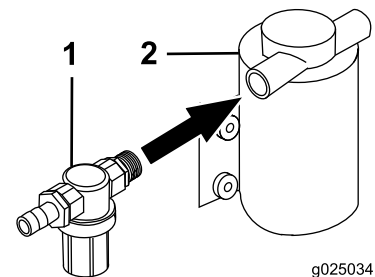

Figura 22
2. Montezi ansamblul filtrului sub presiune pe pompa de clătire, la niplu (Figura 22).